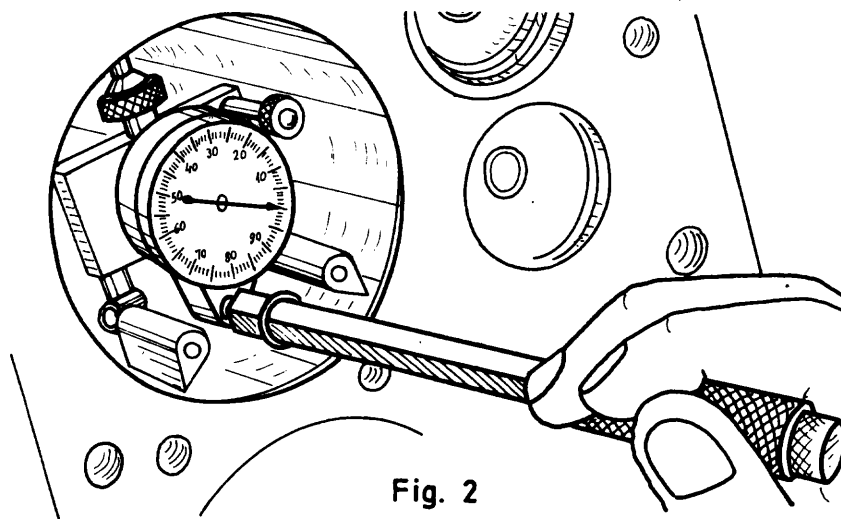

Fig. 2
- ___ d Mida el interior del cilindro con un micrómetro para determinar si existe ovalamiento o conicidad, siguiendo las instrucciones del fabricante (fig. 2).